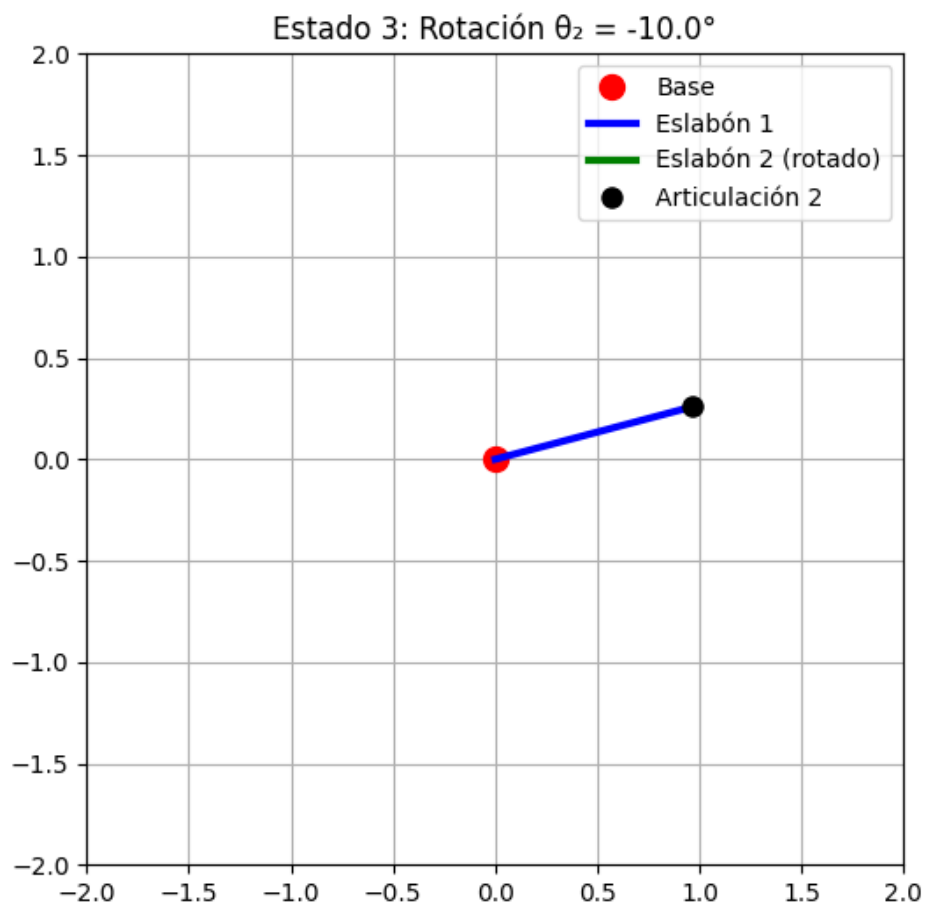

Figura 4: Estado 3: Despues de  $\_0H1 @ \_1H2 @ \_2H3$  (rotacion  $\theta_2$ )
- **Figura 4:** Se realiza la rotación de  $\theta_2$  sin embargo no se visualiza porque aún no se aplica la translación.